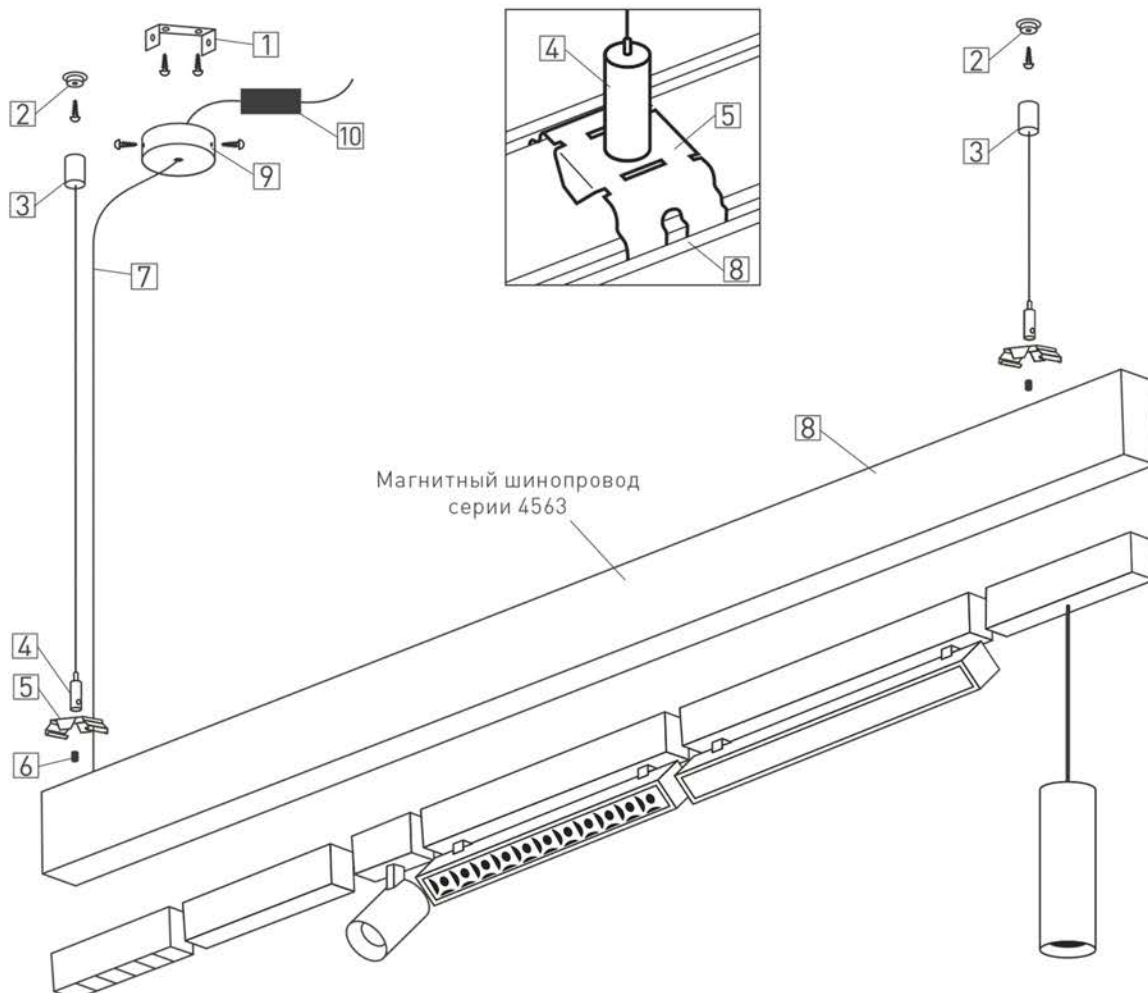

Рис. 3. Установка шинопровода на подвес
- 3.1. Закрепите на монтажной поверхности держатели MAG-BRACKET-45 [1], используя комплектный крепеж (шуруп [4] и дюбель [3], поставляются отдельно) (см. рисунок 3).
- 3.2. Закрепите шинопровод в держателях MAG-BRACKET-45 [1], для чего совместите пазы [2] на тыльной стороне шинопровода с пружинными зацепами держателя и, преодолевая их упругое сопротивление, защелкните шинопровод в держатель (см. рисунок 3).
- 3.6. Закрепите на монтажной поверхности резьбовые втулки [2] из комплекта «Подвес MAG-HANG-25» и наверните на них ответные части с продетым в них тросом [3] (здесь и далее см. рисунок 3).